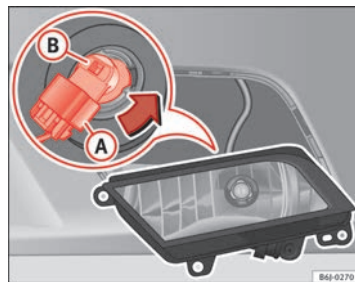

Fig. 160 Faro antiniebla
- Extraiga el conector ⇒ fig. 160 (A) de la lámpara.
- Gire el portalámparas ⇒ fig. 160 (B) a la izquierda y tire. ►